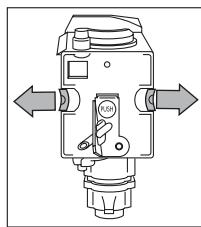

Abb. 44
- Stellen Sie sicher, dass die beiden rote Knöpfe nach dem Einsetzen wieder herausgesprungen sind (Abb. 44).